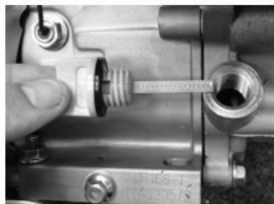

Рис. 17
2. Выкрутите пробку маслозаливной горловины (рис. 17);